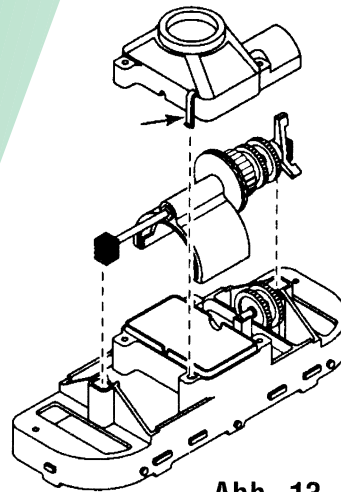
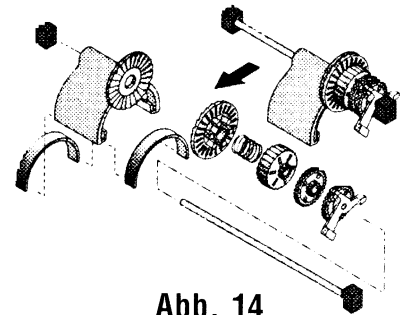

Abb. 13
Abb. 14
- ▶ Reiniger in eine gerade Position bringen. Lösen der beiden Schnappverschlüsse an der Pendelklappenabdeckung. Abdeckung abheben (Abb. 13).
- ▶ Getriebewelle an den Vierkantblöcken nach oben abheben (Abb. 13). Vierkantlagerblöcke und Pendelklappendichtungen leicht fixieren bei Entnahme aus dem Lagersitz (Abb. 13). Die Getriebeeinheit kann jetzt demontiert werden (Abb. 14).
- ▶ Getriebewelle langsam herausziehen. Die Komponenten müssen einzeln von der Welle entnommen werden. Achtung! Getriebeteile in der entnommenen Reihenfolge auslegen (Abb. 14).